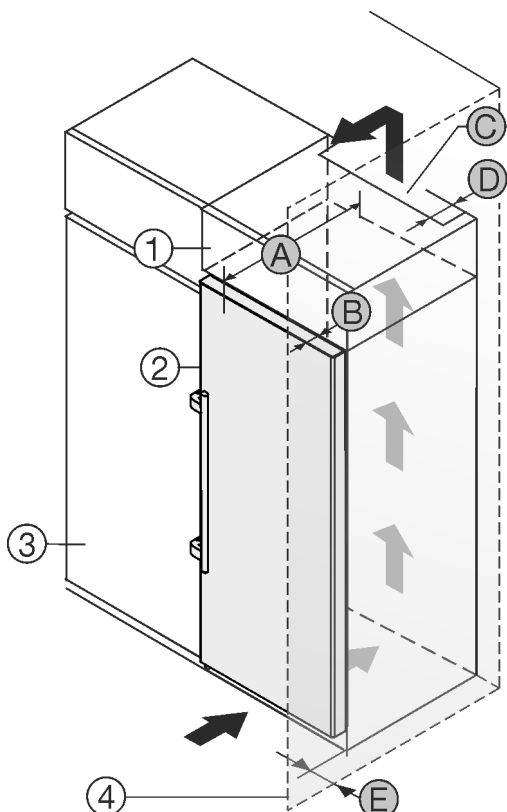

Fig. 2
Installer l'appareil directement à côté du placard de cuisine Fig. 2 (3)\*
Une sortie d'air avec la profondeur Fig. 2 (D) doit être présente au dos de la rehausse sur toute sa largeur.\*
La section de ventilation Fig. 2 (C) sous plafond doit être respectée.\*
Si l'appareil est installé avec les charnières près d'une paroi Fig. 2 (4), la distance entre l'appareil et la paroi doit être d'au moins 57 mm. Cela correspond au dépassement de la poignée lorsque la porte est ouverte.\*
Pour pouvoir ouvrir complètement les portes, l'appareil doit déborder de la profondeur de la porte Fig. 2 (B) par rapport à la façade du placard. L'appareil peut déborder encore plus en fonction de la profondeur des placards Fig. 2 (3) et de l'utilisation de cales d'épaisseur.\*